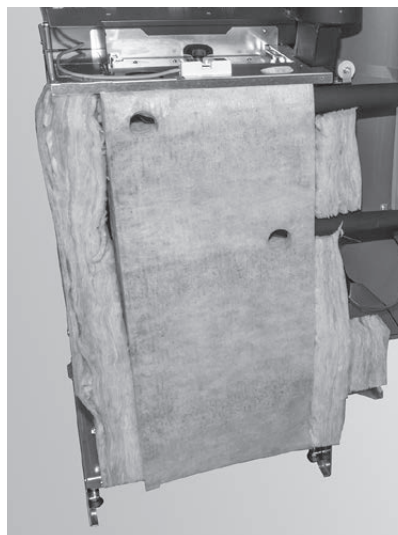

Fig. 66 Applicare l'isolamento
- ▶ Applicare l'isolamento – Fig. 66